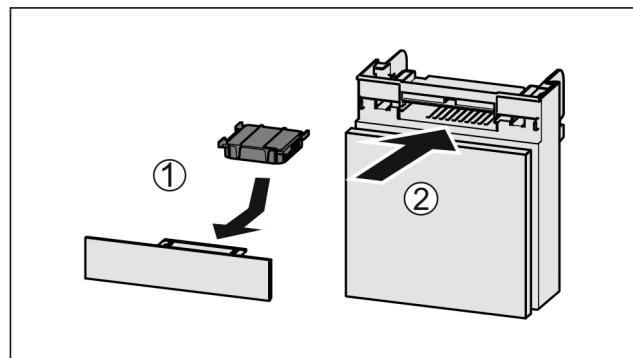

Fig. 149
- ▶ Вставити фільтр з активованого вугілля за малюнком Fig. 149 (1).
- ▶ Вставити відділення Fig. 149 (2).